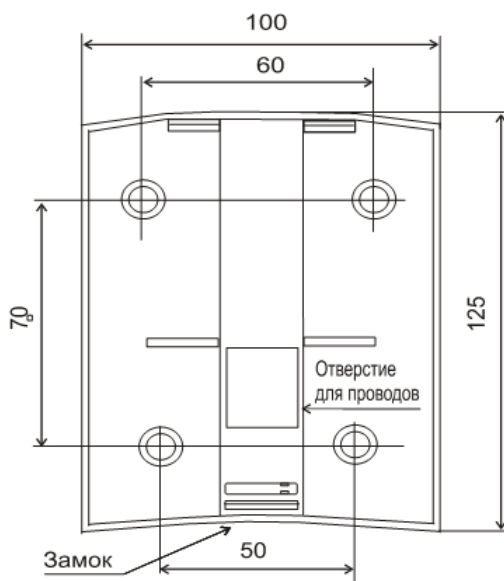

Рисунок 2 – Установочные размеры при монтаже на стену
Устройство крепится 4 шурупами, ввинченными в стену согласно габаритным размерам (рисунок 2).
- 3) Закрепить основание корпуса четырьмя шурупами вертикально на стене (рисунок 2).